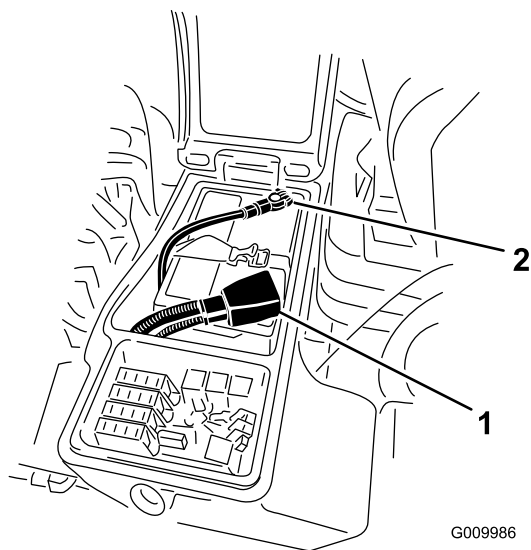

Figure 59
3. Débranchez le câble négatif (noir) de la borne négative (-) et le câble positif (rouge) de la borne positive (+) de la batterie (Figure 59).
6. Raccordez le câble positif (rouge) de la batterie à la borne positive (+) et le câble négatif (noir) à la borne négative (-) (Figure 59).